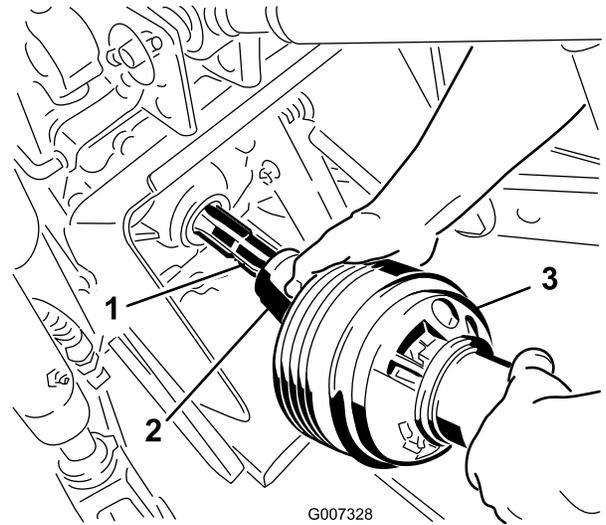

図 21
- PTO シャフトをトラクタの PTO シャフトに接続する (図 21)。